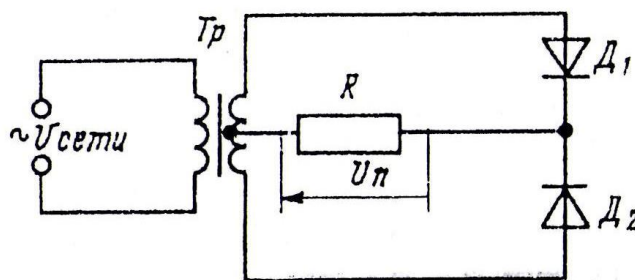

Рис.13.
4. Чертим схему выпрямителя (рис.13).